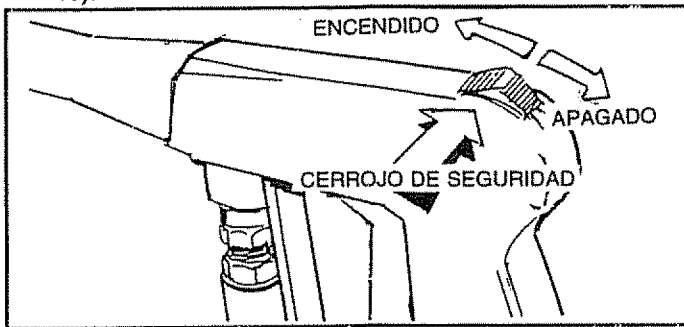

FIG. 19
- Ajuste el cerrojo de seguridad en la posición de ENCENDIDO. Esto inactiva al gatillo de manera que usted no pueda realizar un rociado accidental de alta presión (Fig. 19).